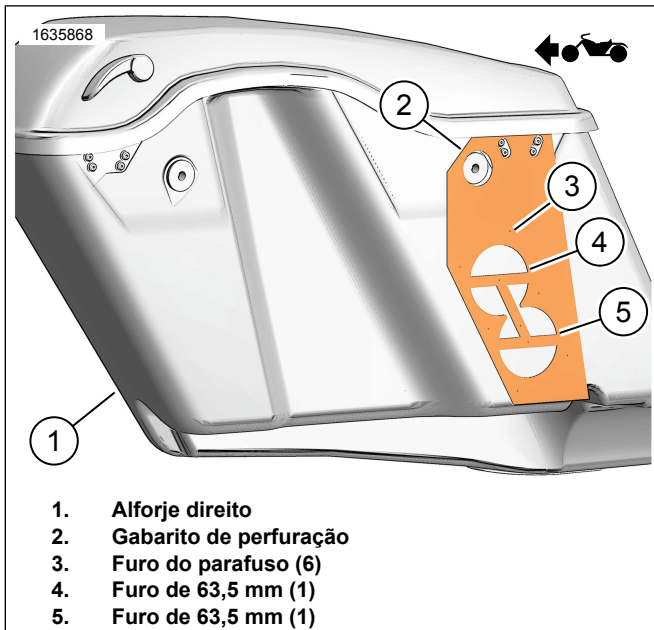
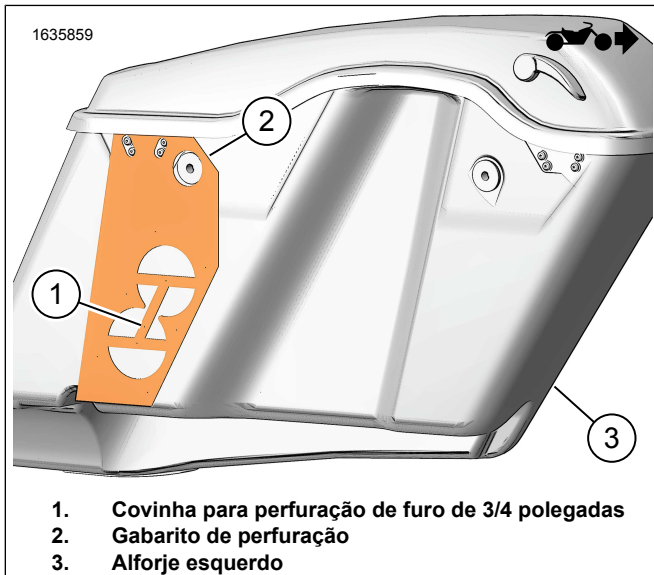
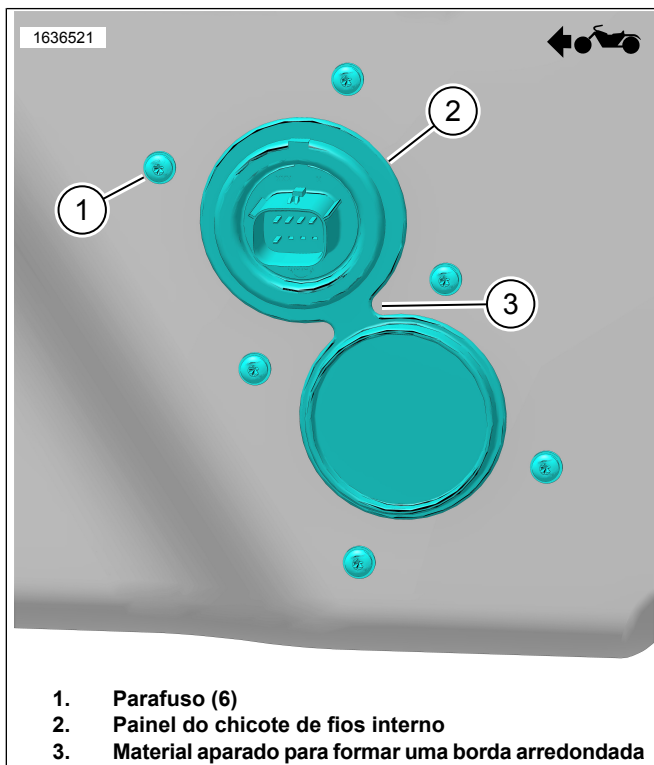

Figura 2. Alforje direito
Figura 3. Alforje esquerdo
Figura 7. Painel do chicote de fios interno
1. Figura 2 Posicione o gabarito de perfuração (2) no alforje direito (1).
2. Modifique o alforje direito (1).
- d. Figura 7 Apare o material para formar uma borda arredondada (3).
4. Figura 3 Posicione o gabarito de perfuração (2) no alforje esquerdo (3).
5. Modifique o alforje esquerdo (3).
- a. Centralize a punção no gabarito para marcar o furo (1).
6. Figura 7 Instale o painel do chicote de fios interno (2).